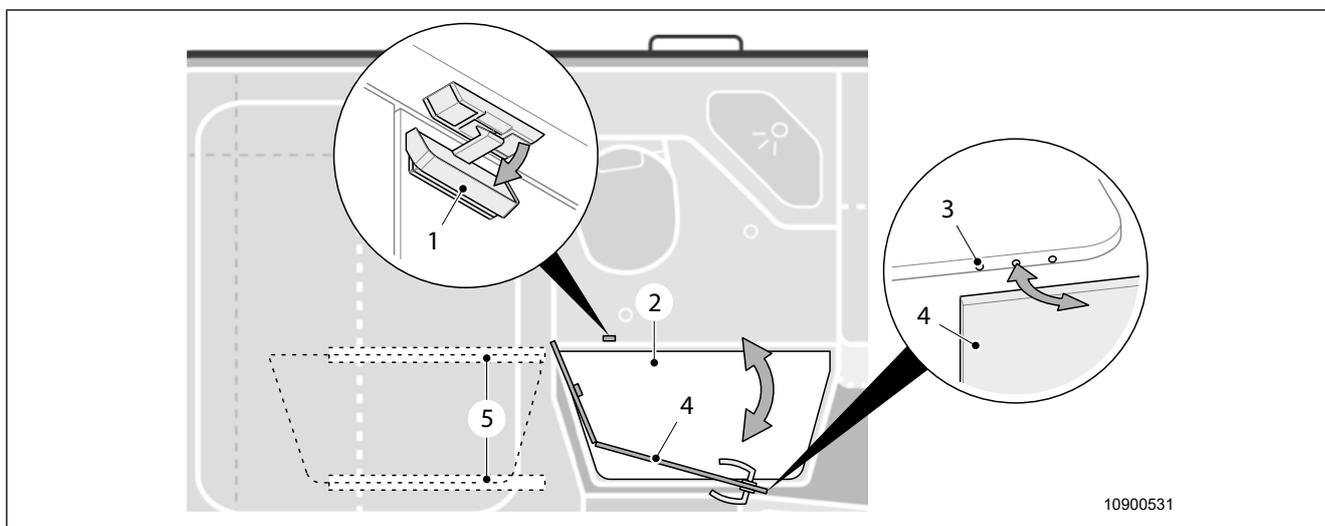

Abb. 28 Variobad
1. Verriegelung (Abb. 28, Pos. 1) öffnen.
2. Tür (Abb. 28, Pos. 4) öffnen und an Magnethalter (Abb. 28, Pos. 3) befestigen.
1. Tür (Abb. 28, Pos. 4) schließen und verriegeln (Abb. 28, Pos. 1).
1. Bodenplatte (Abb. 28, Pos. 2) entfernen und in die Halterung unter dem Heckbett (Abb. 28, Pos. 5) schieben.
3. Bodenplatte (Abb. 28, Pos. 2) aus Halterung (Abb. 28, Pos. 5) herausnehmen und auf Duschwanne legen.